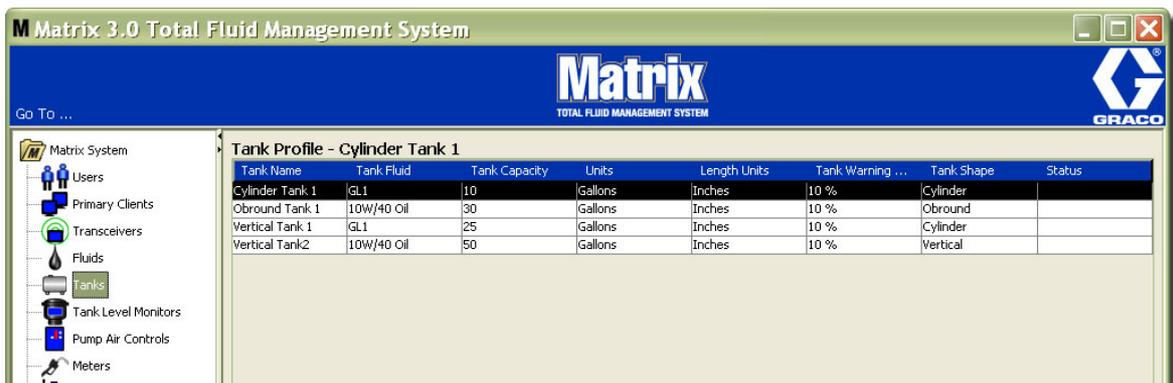

FIG. 103
1. Quando sono state fornite tutte le informazioni necessarie per il profilo del serbatoio, fare clic su OK per chiudere la schermata e salvare le modifiche. Il serbatoio è aggiunto all'elenco come illustrato nella FIG. 103.
2. Per modificare il profilo di un serbatoio (FIG. 103) evidenziare la voce elencata sulle schermate principali Tanks (Serbatoi) come illustrato nella FIG. 103.